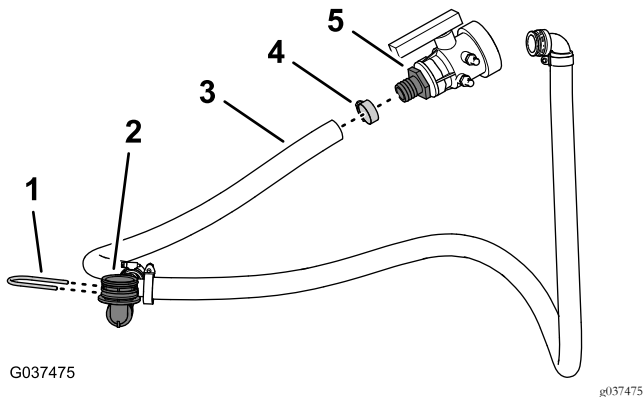

Figure 31
- Retirez le collier qui fixe le raccord cannelé de la vanne de vidange au flexible de vidange, et détachez le raccord du flexible (Figure 31).